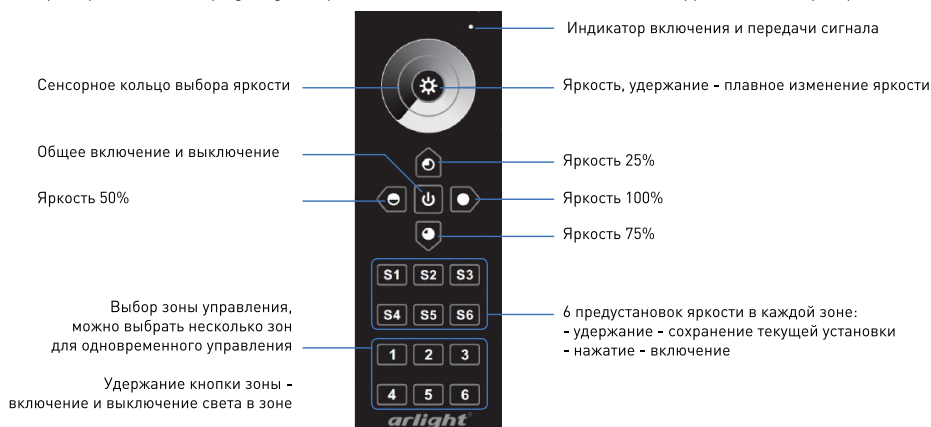

Рис. 2. Назначение кнопок.
- Включите пульт, нажав кнопку общего включения (см. Рис. 2).